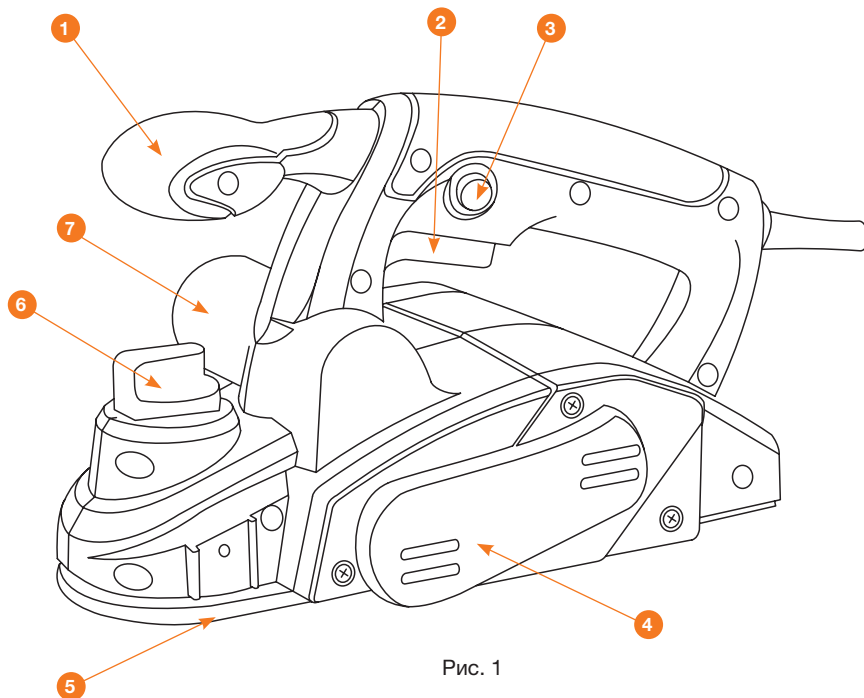

Рис. 1
- Для начала работы нажмите кнопку блокировки включения ③ (Рис. 1).
- Удерживая ее, нажмите выключатель ② (Рис. 1).
- Для остановки отпустите выключатель ② (Рис. 1).
- При помощи регулятора глубины строгания ⑥ (Рис. 1) установите необходимую глубину от 0 до 2 мм.
- Поворачивая ручку, Вы увеличиваете или уменьшаете глубину строгания. Установив нужную глубину строгания, поднесите рубанок к обрабатываемой поверхности подошвой ⑤ (Рис. 1) так, чтобы она касалась поверхности заготовки. Ножи не должны касаться поверхности.
- Для сбора опилок подсоедините мешок для сбора стружки или строительный пылесос к отверстию выброса 7 (Рис. 1).